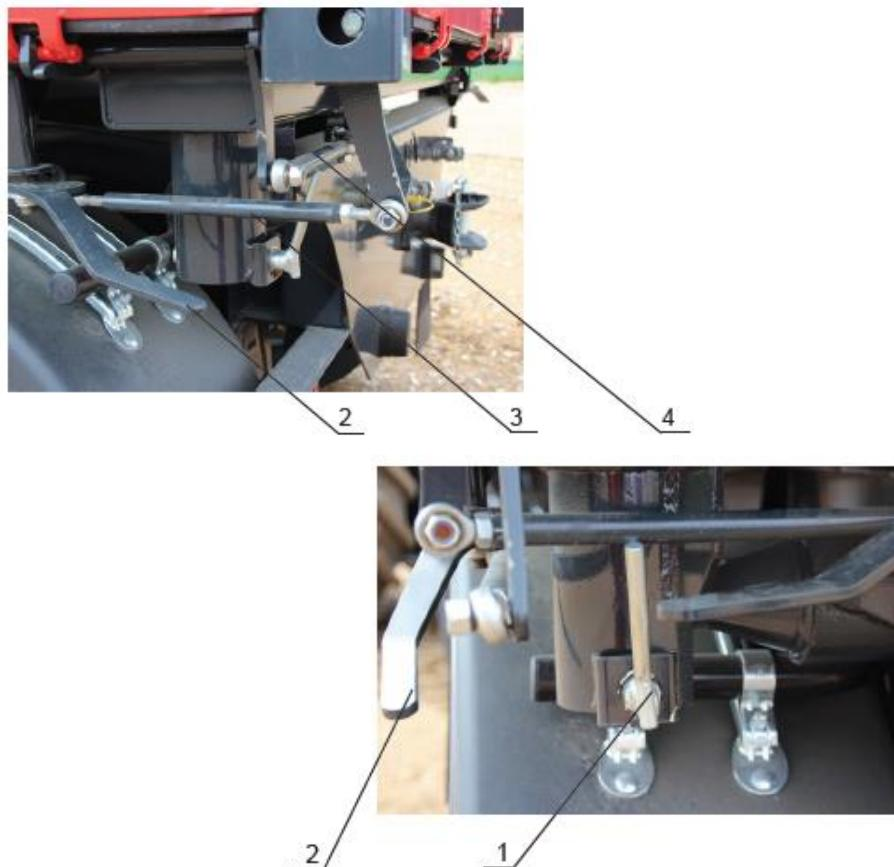

Рисунок 8. Замки бортов грузового кузова.
- извлеките из отверстия палец, соединяющий грузовой кузов с рамой шасси (рис.8)
- а) при разгрузке сзади - пальцы (рис.8) должны оставаться в задних гнездах грузового кузова;